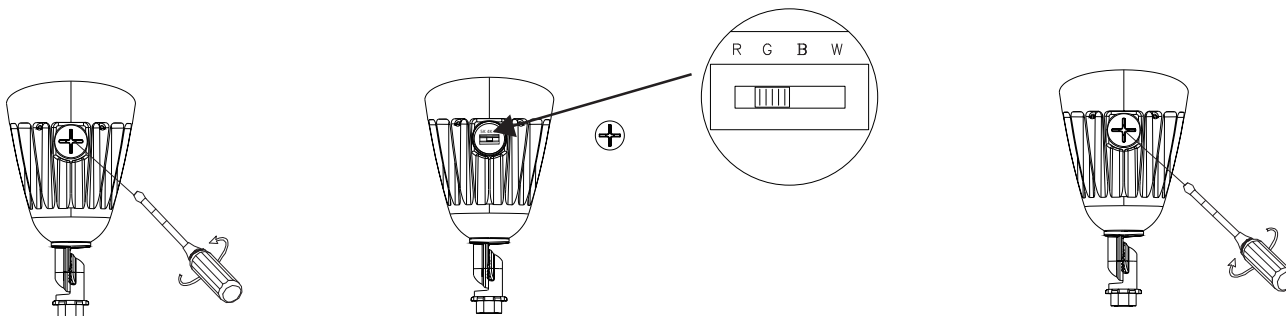

Fig. 5
- Étape 2 : Réglez le commutateur intégré pour RGBW sur le réglage souhaité. (Fig. 5)